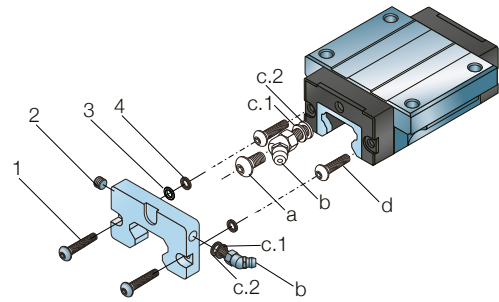

Abb. 32
1. Entfernen Sie den Schmiernippel (**b**) und die Unterlegscheiben (**c.1** und **c.2**), oder den Gewindestift (**a**) (↳ **Abb. 32**)